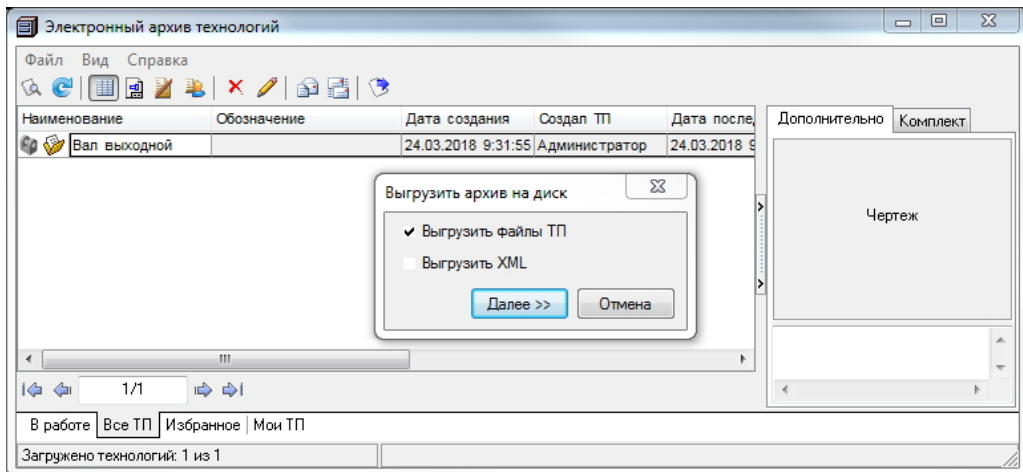

Рис. 4.7
3. С помощью приложения **Электронный архив технологий** (...Vertical\Bin\VArchive.exe) осуществите выгрузку ТП из архива на диск (рис. 4.7).